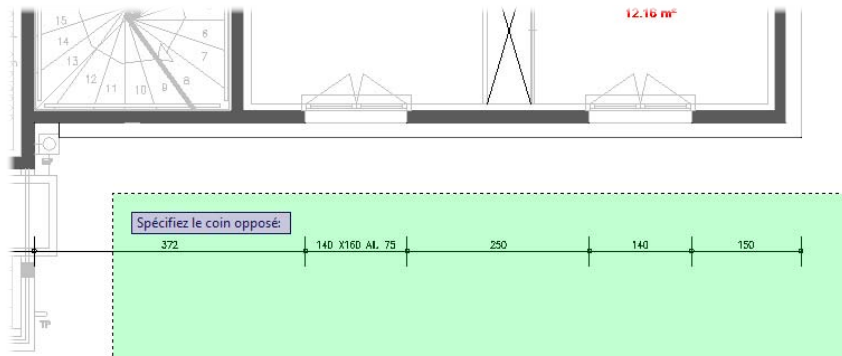

Figure 5.82
1. Sélectionnez ensuite les cotes existantes à mettre à jour suivant les nouveaux paramètres de style souhaités (voir Figure 5.82).